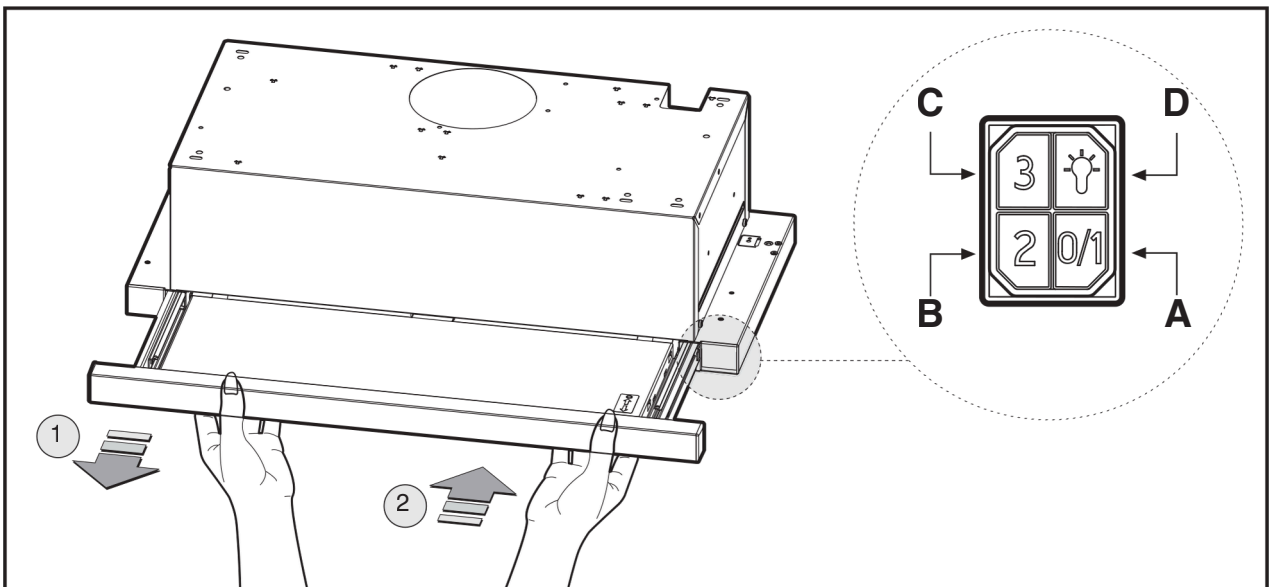

Fig.9.2
- **Kommandoknappar slider (Fig.9.2):**